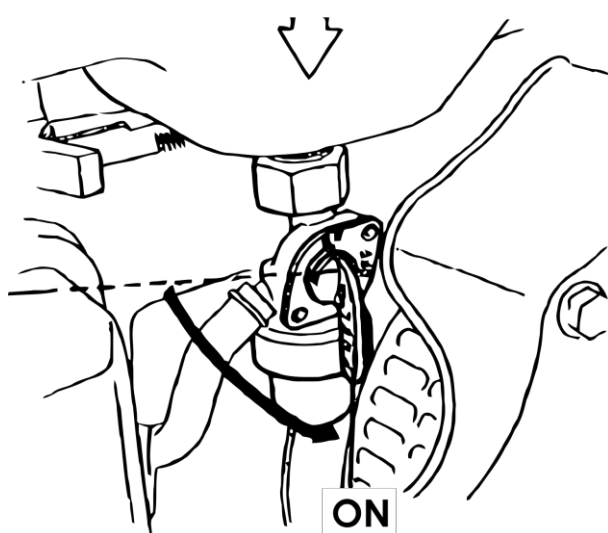

Fig. 2
2. Setați supapa de combustibil în poziția "ON" **Fig. 2**.